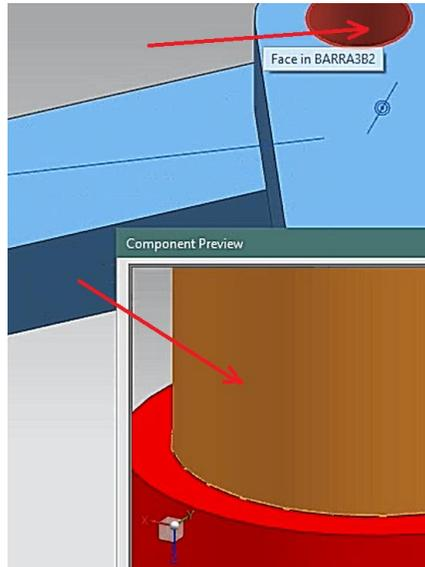

Figura 1.52 Superficie interior del barreno de **barra3b2.prt** y superficie lateral de **broche1 1 largo.prt**.
- Agregar una restricción, de tipo **Fit**. Seleccionar la superficie lateral del **broche1 1 largo.prt** y la superficie interior del barreno en la pieza **barra3b2.prt** (Figura 1.52).